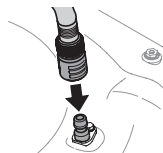

Figura 35
3. Conecte la manguera de jardín con el pico de lavado de plataforma al puerto de agua que está sobre la superficie de su plataforma (Figura 35).